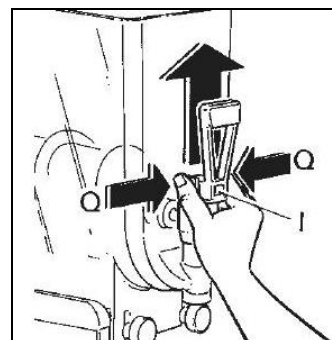

Fig.3
- **A**ppuyer simultanément sur les deux languettes de verrouillage Q et soulever le robinet I pour l'extraire de son logement (voir fig.3).